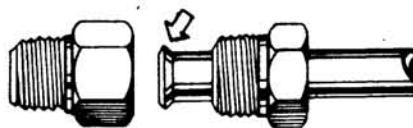

Fig. 9
- e Instale los racores en la nueva cañería y aboquille los extremos (fig. 9).